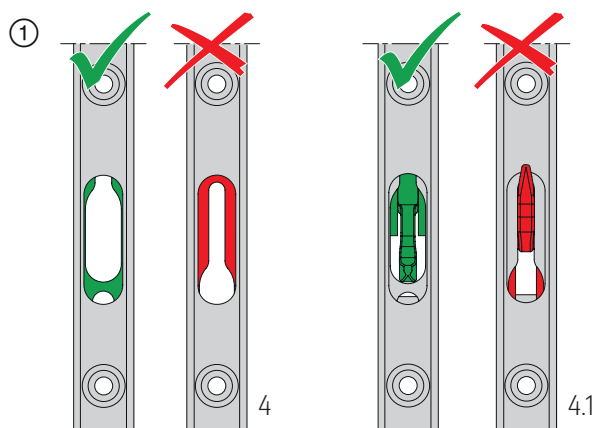
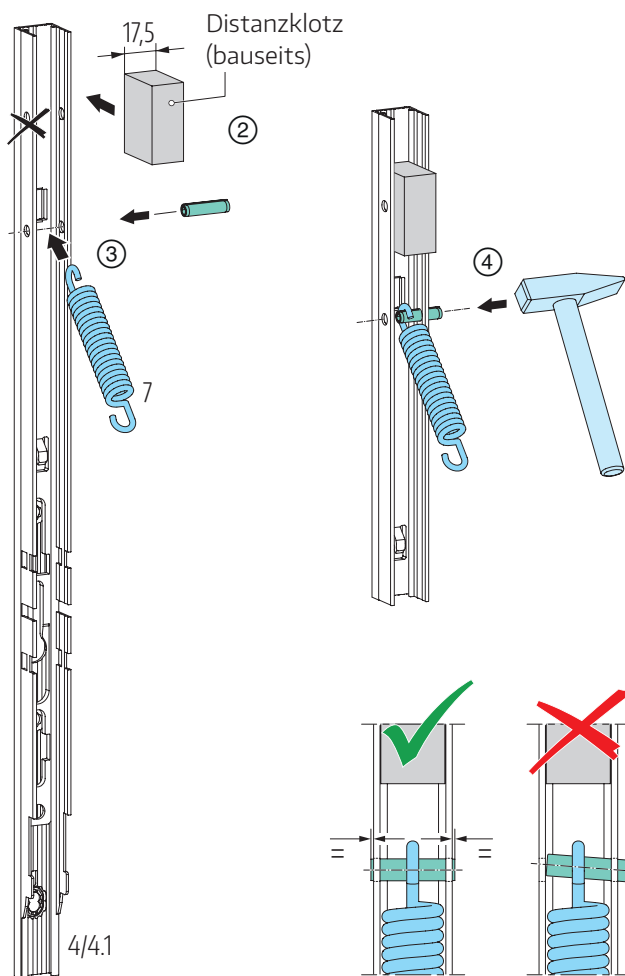

Abb. 16
Abb. 17
- ① Getriebe für Bolzen 4 oder Getriebe mit Haken 4.1 in Schiebestellung (angehobene Position) bringen; **Abb. 16.**
- ② Distanzklotz (bauseits) als Montagehilfe in Getriebebestulp einsetzen.
- ③ Schraubenzugfeder 7 und Spannstift positionieren; **Abb. 17.**